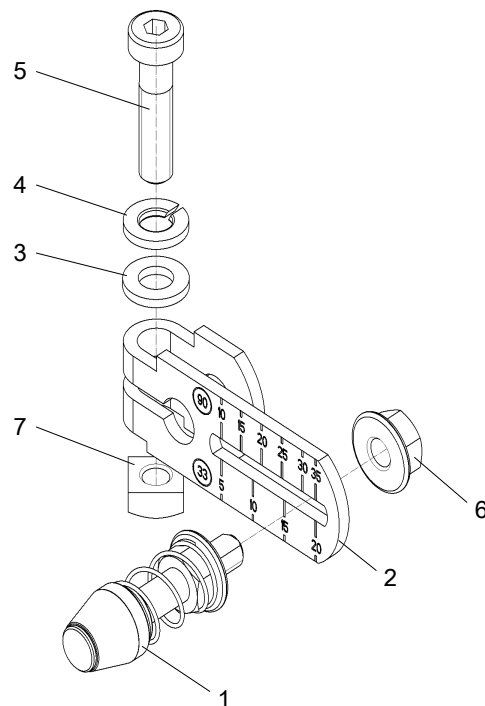
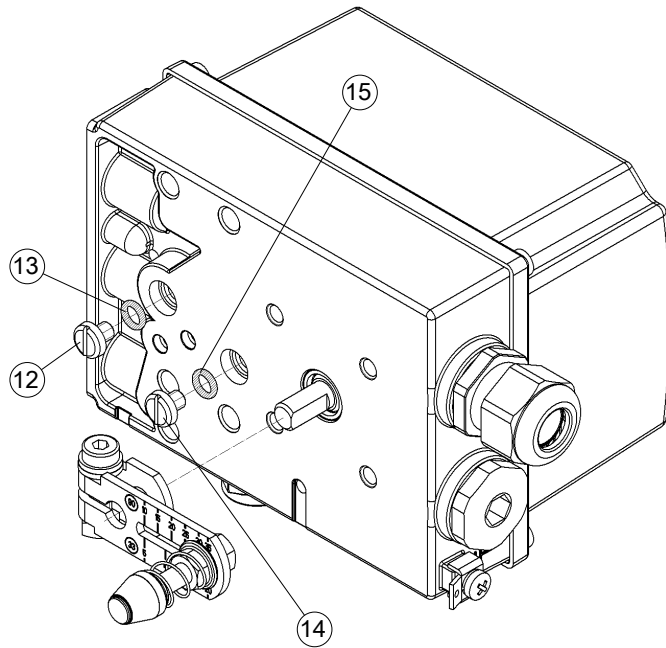

Abb. 6: Hebel montiert
Abb. 7: Montage Hebel am Stellungsregler
2. Abb. 6: Hebel (2) bis zum Anschlag auf die Stellungsreglerachse schieben und mit Zylinderschraube (5) befestigen. Hierbei das max. Anzugsmoment von 8/6 [Nm/lbf ft] nicht überschreiten.
3. Den rückseitigen Stelldruckausgang durch Entfernen der Schraube (12) und des O-Ringes (13) öffnen.
4. Bei Anbau mit Abluftbeschleierung des Federraumes den rückseitigen Abluftausgang durch Entfernen der Schraube (14) und des O-Ringes (15) öffnen.
5. Abb. 7: Stelldruckausgang mit Verschlusschraube (10) dichtsetzen. Bei Anbau mit Abluftbeschleierung Abluftschalldämpfer entfernen und dichtsetzen.
6. O-Ring (11) in die Senkung der Laterne einlegen.
7. Stellungsregler so an den Antrieb halten, dass die Rolle zwischen den Stiften (16) geführt wird.
8. Stellungsregler waagrecht an der Laterne ausrichten und mit den Schrauben (8) und Federringen (9) montieren.